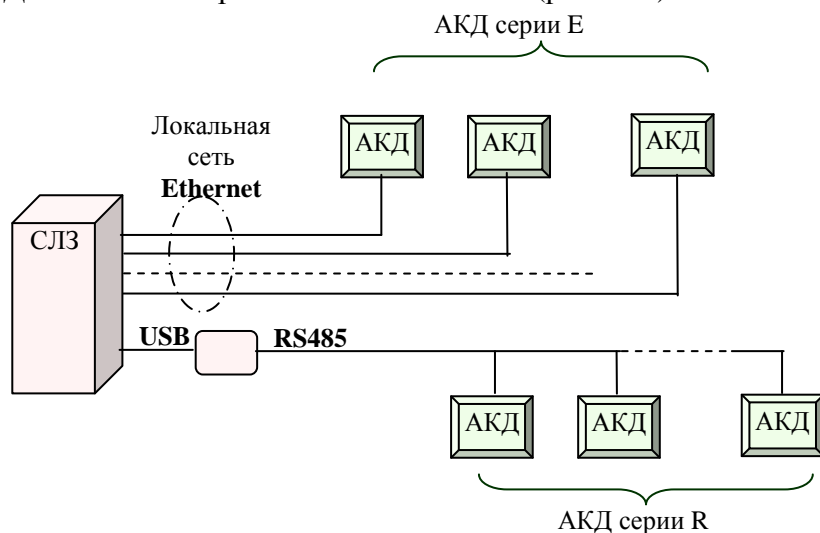

Рисунок 13.1. Схема построение СКУД на основе АКД
**13.1 Построение СКУД на основе АКД.** В системе, построенной на основе контроллеров, вся информация о происшедших событиях, начиная с момента её первого запуска, хранится в сервере СКУД и в энергонезависимой памяти соответствующих контроллеров. Сервер СКУД может быть организован в СЛЗ-64А (рис.13.1).